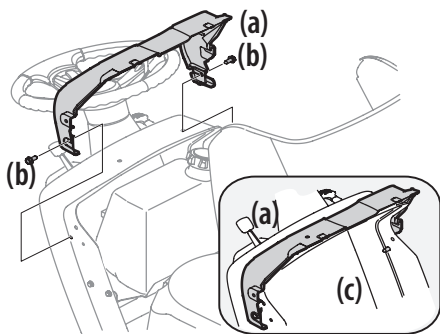

Figure 5
- Si le protecteur (a) de tableau de bord n'a pas été installé en usine, la quincaillerie de montage du protecteur (a) se trouve sur le tableau de bord. Retirez les deux boulons (b) du protecteur de tableau de bord (a). Voir Figure 5.
- Installez le protecteur (a) du tableau de bord et alignez les trous de montage. Voir Figure 5.
- Fixez le protecteur (a) sur le tableau de bord (c) avec les boulons (b) retirés à l'étape 1. Voir Figure 5.